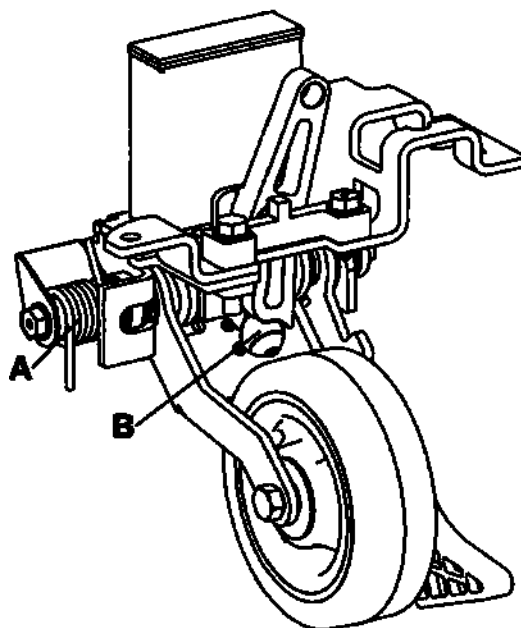

Рисунок 30 – Смазка убирающегося пятого колеса
3. Нанесите смазку MPG-3 на пружину (A) и роликовый механизм (B) (Рисунок 30).